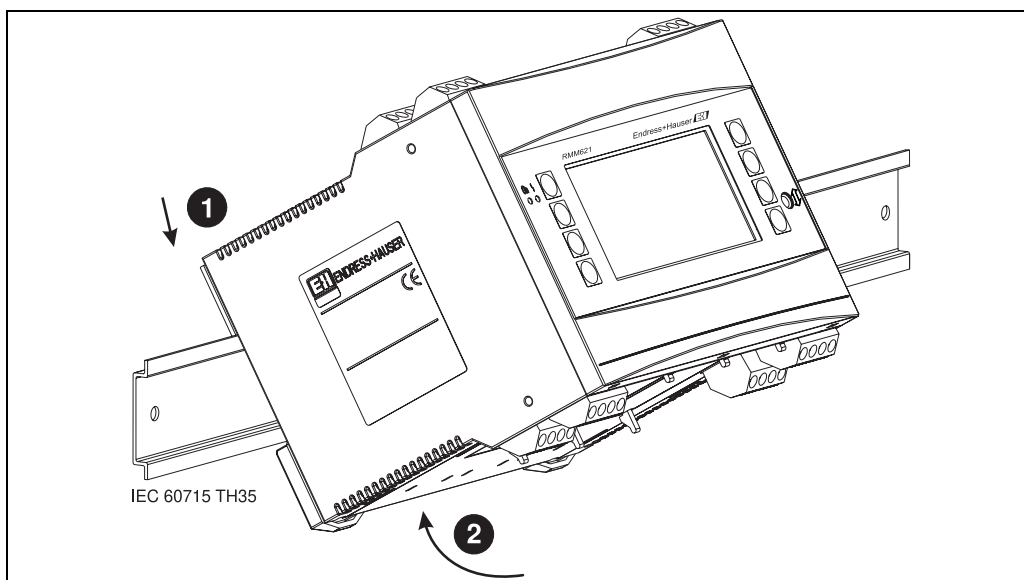

Fig. 2: Installazione del dispositivo su rotaia
Far scivolare la custodia sulla rotaia, agganciando il dispositivo alla rotaia e bloccandolo esercitando una leggera pressione verso il basso (v. fig. 2, pos. 1 e 2)